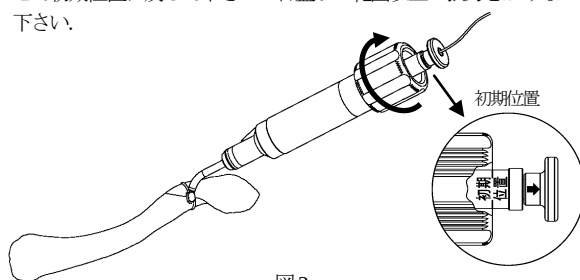

図2
- *2) 締結器のケーブルホールにケーブルを通し、ショートケーブルテンショナーの後端マーキングが初期位置にあることを確認し、ケーブルをショートケーブルテンショナーに通します。ダイヤルを右回転させ、ケーブルに張力をかけていきます。(図2)